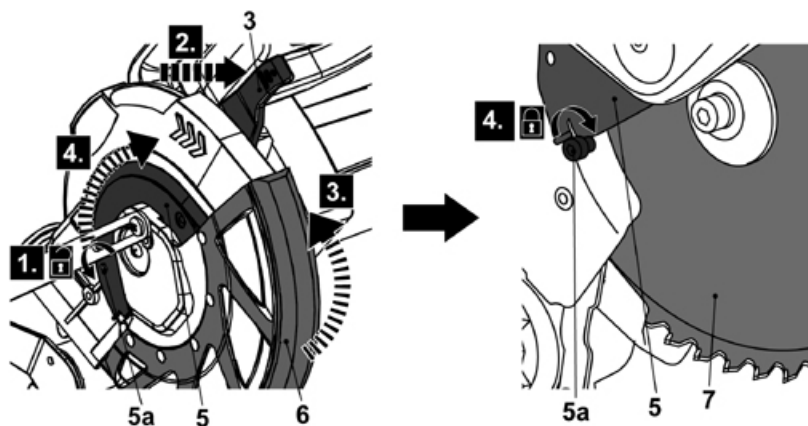

Fig. 10
- > Desaperte o parafuso (5a) na plataforma de montagem da proteção (5) com a ferramenta fornecida (28) (Fig. 10, etapa 1) e remova-a do produto.
- > Pressione a alavanca de libertação da proteção da lâmina (3) (etapa 2) e, em seguida, rode a plataforma de montagem da proteção (5) e baixe a proteção da lâmina retrátil inferior (6) para cima (etapa 3).
- > Fixe novamente o parafuso (5a) (etapa 4) para suportar a plataforma de montagem da e expor a lâmina de serra (7).